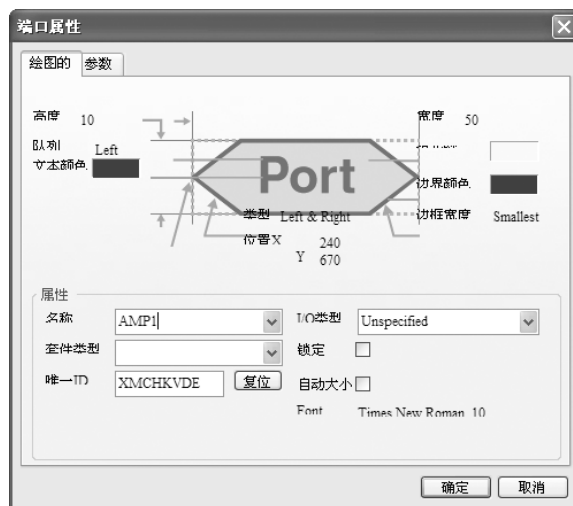

图 5-24 设置电路端口属性
1) 选择菜单命令“放置”→“端口”，或者单击工具栏中的按钮（放置端口），鼠标将变为十字形状，在适当的位置再一次单击鼠标即可完成电路端口的放置。双击一个放置好的电路端口，打开“端口属性”对话框，在该对话框中对电路端口属性进行设置，如图 5-24 所示。